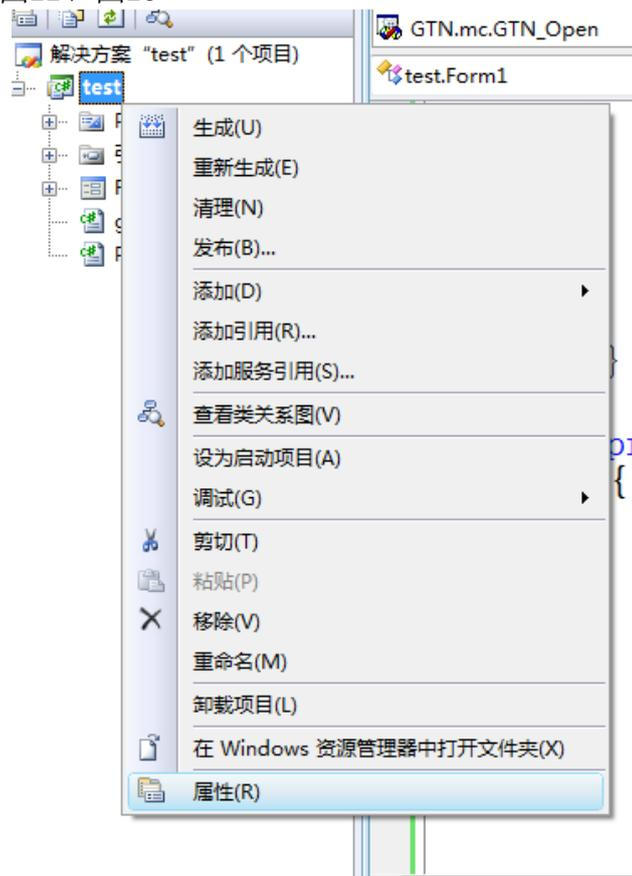
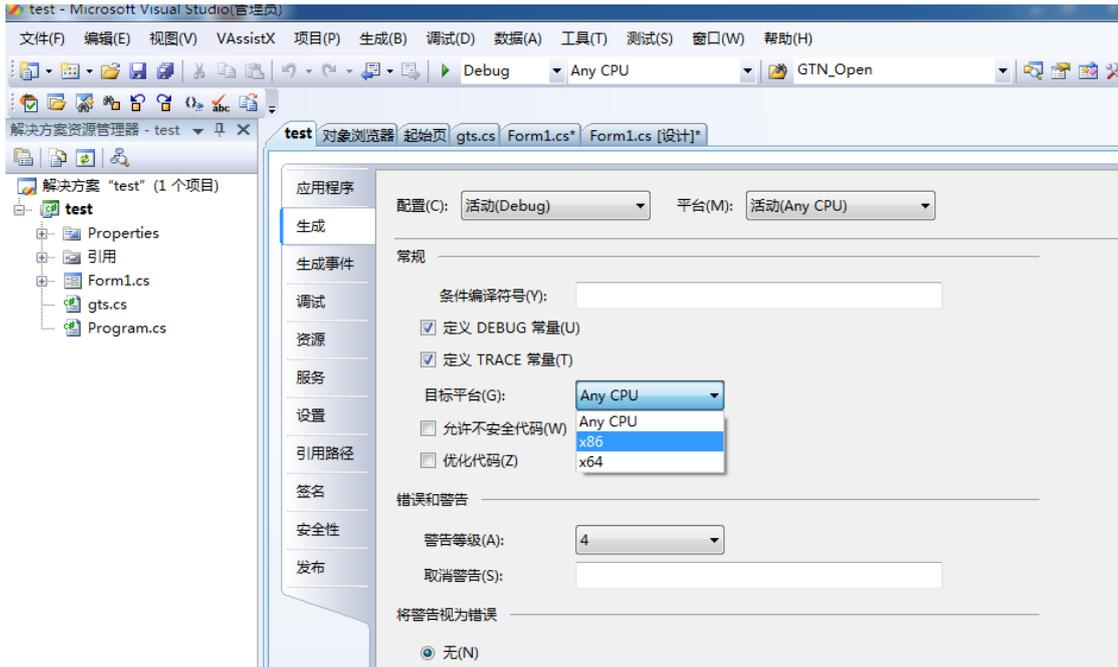

图 22
图 23
7、设置程序目标平台: 右击“test” — “属性” — “生成” — “目标平台”选择 “X86”，如图22、图23